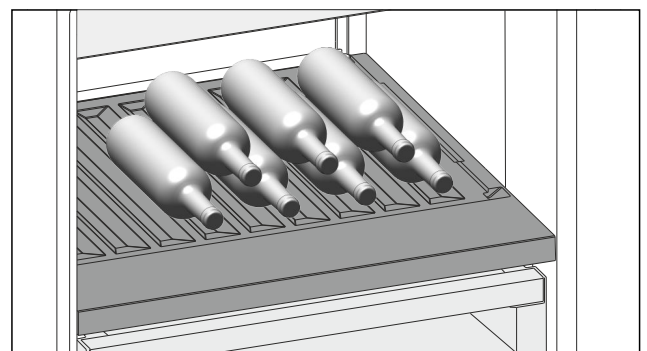

Fig. 154 Beispielhafte Darstellung
- Flaschen mit dem Boden nach hinten zur Rückwand einlegen. (siehe Fig. 154)